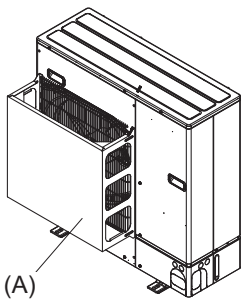
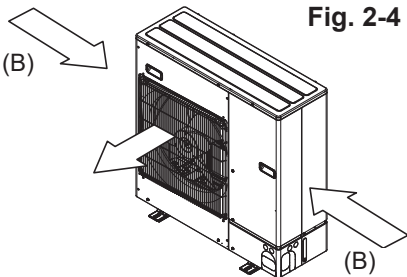

Fig. 2-4
Fig. 2-5
- Instale una guía para salida de aire y una guía de aire opcionales si la unidad se instala en un lugar donde los fuertes vientos de un tifón, etc. puedan entrar directamente por la salida de aire. (Fig. 2-4)
- (A) Guía para salida de aire
- Coloque la unidad de modo que la salida de aire sople perpendicularmente a la dirección del viento estacional, si es posible. (Fig. 2-5)
- (B) Dirección del viento